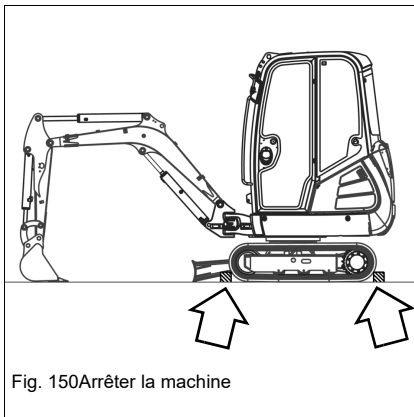

Fig. 150 Arrêter la machine
10. Placer des protections adéquates contre les chenilles (p. ex. des cales, des blocs) comme indiqué dans Fig. 150.